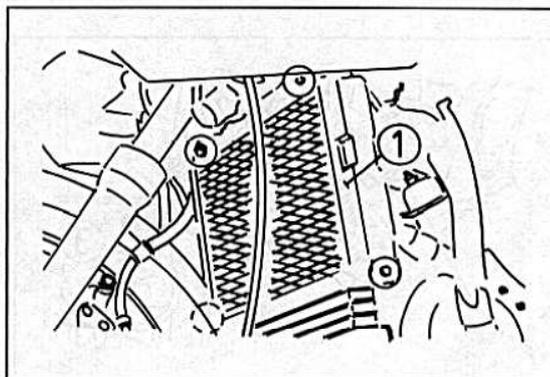

Bild 90
- Den Kühler vom Rahmen abschrauben und entgegennehmen (Bild 90).